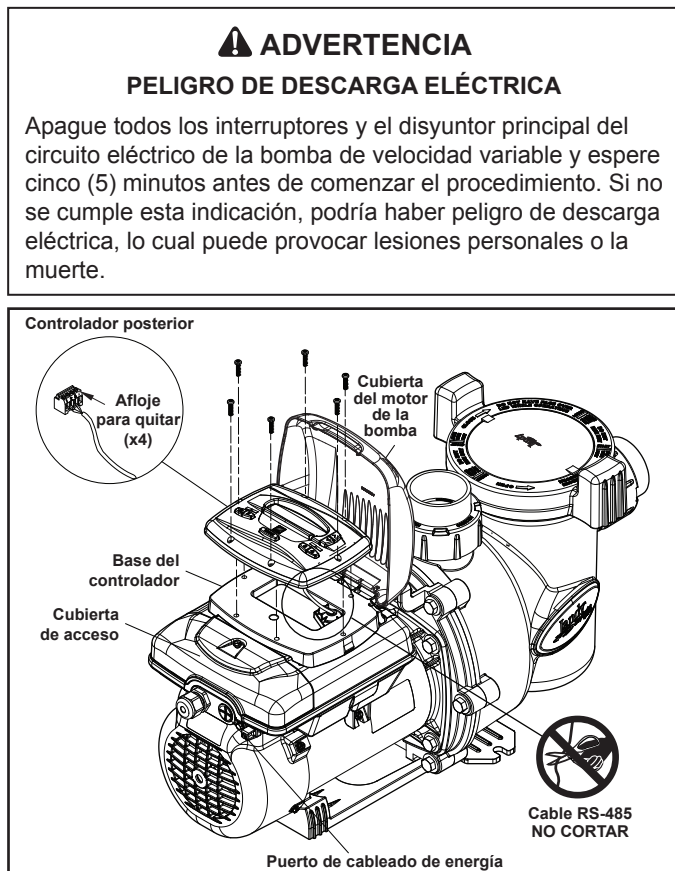

**Figura 7. Cómo cablear el controlador AquaLink RS o el PDA AquaLink**
3. Deslice los interruptores DIP 1 y 2 a la posición de APAGADO. Deslice el interruptor DIP 5 a la posición de ENCENDIDO. Consulte la Figura 7.
- b. Conecte el nuevo cable RS-485 desde AquaLink a través del acople de compresión disponible y tienda el cable de 4 conductores a través del puerto roscado del accionador del motor más cercano al conector. Figura 7.
6. Conecte el conector RS-485 en AquaLink® RS (o la placa de interfaz multiplexora), y haga coincidir los colores de los cables con las posiciones del conector de la manera siguiente: 1-rojo, 2-negro, 3-amarillo y 4-verde. Consulte la Figura 7.
3. Extraiga los seis (6) tornillos para desconectar el controlador de velocidad variable de la base del controlador en el motor de la bomba.
5. Desatornille los cuatro (4) terminales del conector y desconecte los cables del conjunto de cables del motor.
7. Fije la cubierta del bolsillo y la junta con seis (6) tornillos a la base del controlador de velocidad variable del motor.
8. Quite el único (1) tornillo y la cubierta de acceso para completar las conexiones eléctricas al motor.
10. Prepare el cable y conecte otro conector de 4 pasadores. Asegúrese de que los colores de los cables coincidan con la Figura 7.
13. Verifique que la configuración de los interruptores DIP coincidan con la Figura 7.